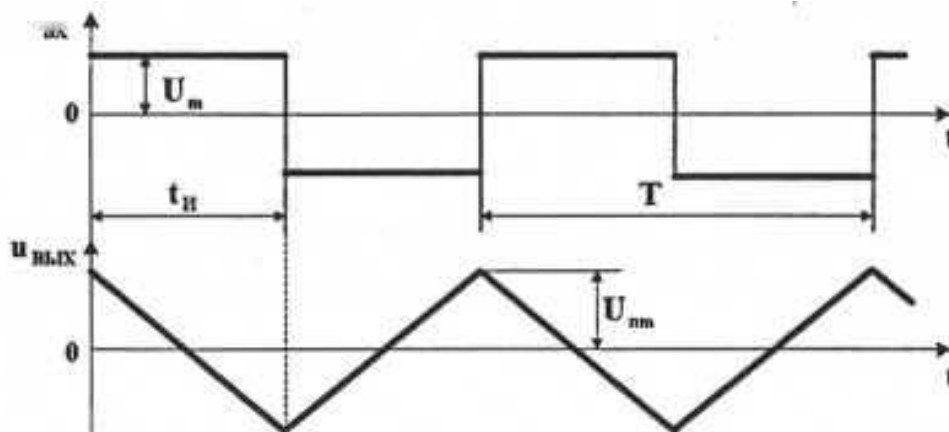

Рисунок 9.1 - Входной сигнал
В реальной схеме интегратора вследствие дрейфа нуля ОУ сигнал на выходе $u_{вых}$ оказывается смещенным относительно нуля. Для получения симметричного сигнала $u_{вых}$, относительно нуля примем $U_{nm} = U_{вых.max}$ и найдем требуемую амплитуду прямоугольного входного сигнала U_m . Для интервала времени t_u (рис. 9.1) подставим в уравнение (1): $u_{вых}(t) = -U_{nm} = -U_{вых.max}$; $t = t_u = T/2$; $U_{ex} = U_m$; $U_{вых}(0) = U_{nm} = U_{вых.max}$ тогда
б) исследовать работу интегратора в режиме генератора пилообразного напряжения (рис. 9.1). Для этого на функциональном генераторе установить прямоугольное знакопеременное напряжение с заданной частотой f и амплитудой U_m , рассчитанной в п. 1 в. Напряжение на входе $u_{вх}$ и выходе $u_{вых}$ контролировать при помощи осциллографа. При необходимости подстроить потенциометром RP1 амплитуду U_m знакопеременного прямоугольного сигнала так, чтобы пилообразный выходной сигнал интегратора стал симметричным относительно нуля с амплитудой $U_{nm} = U_{вых.max}$ (рис.9.1) Зарисовать осциллограммы $u_{вх}(t)$ и $u_{вых}(t)$. Сравнить полученные результаты с расчетом по значениям U_m, f, U_{nm} ;